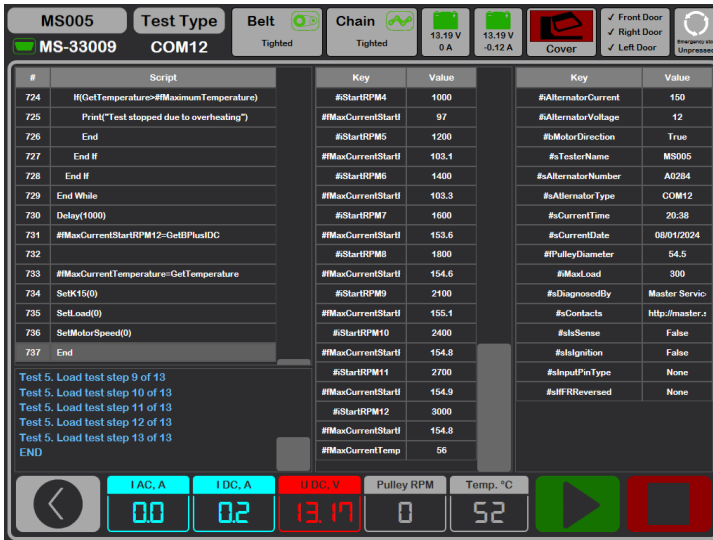

Рисунок 27. Меню режиму автоматичного тесту
5. Для початку тесту у вікні, що відкрилося (див. рис. 27), натисніть кнопку . Далі стенд сам проведе всі перевірки згідно з обраним скриптом. У разі потреби процес тесту можна перервати кнопкою .